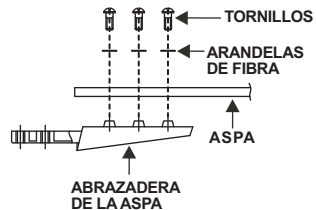

Fig 15
Paso 1. Monte la aspa a la abrazadera de la aspa usando los tornillos y arandelas de fibra proveidos, apriete los tornillos firmemente. Repita con todas las aspas. (Fig 15.)